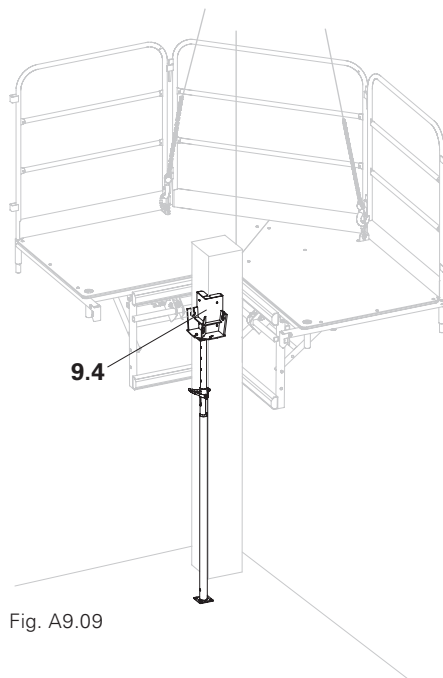

Fig. A9.09
2. Avvitare l'angolare interno GCP (9.4) al puntello per solai (2x M12 x 40 ISO 4016-4.6 dado), posizionare sul pilastro e fissare. (Fig. A9.09)